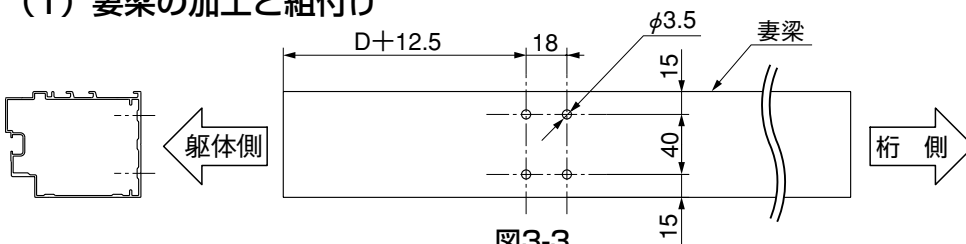

図3-3
- ① 図3-3を参照して移動方立取付け側の妻梁を加工してください。